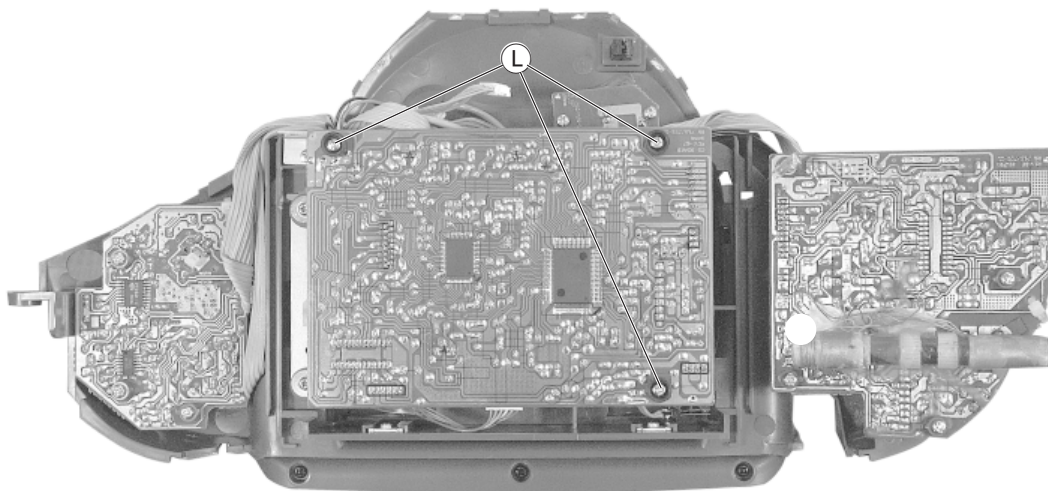

Fig. 6
- 3 Schrauben ① herausdrehen (Fig. 6).
- Undo 3 screws ① (Fig. 6).